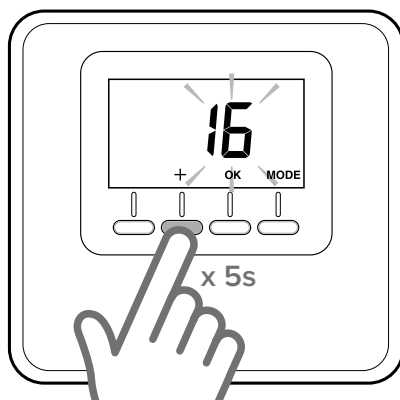

Рис. 14
- Нажмите и удерживайте в течение 5 секунд кнопку «+» на регуляторе температуры в помещении (Рис. 14).